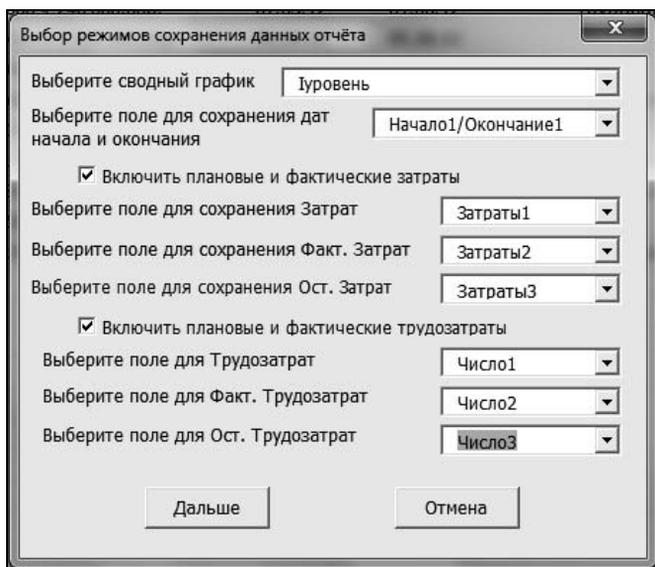

Рис. 11.18. Окно управления обработки сводных данных отчета
6. После этого откроется показанное на рис. 11.18 окно.
14. Для завершения работы макроса в показанном на рис. 11.18 окне следует нажать кнопку **Дальше**.
В соответствии с установками, которые показаны на рис. 11.18, сроки работ из детальных подрядчиков хранятся в полях **Начало1** и **Окончание1**.